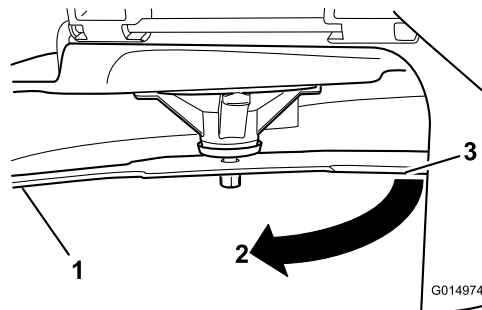

Figura 73
4. Ruotate la stessa lama di 180 gradi in modo che il tagliente opposto si trovi ora nella stessa posizione (Figura 73).